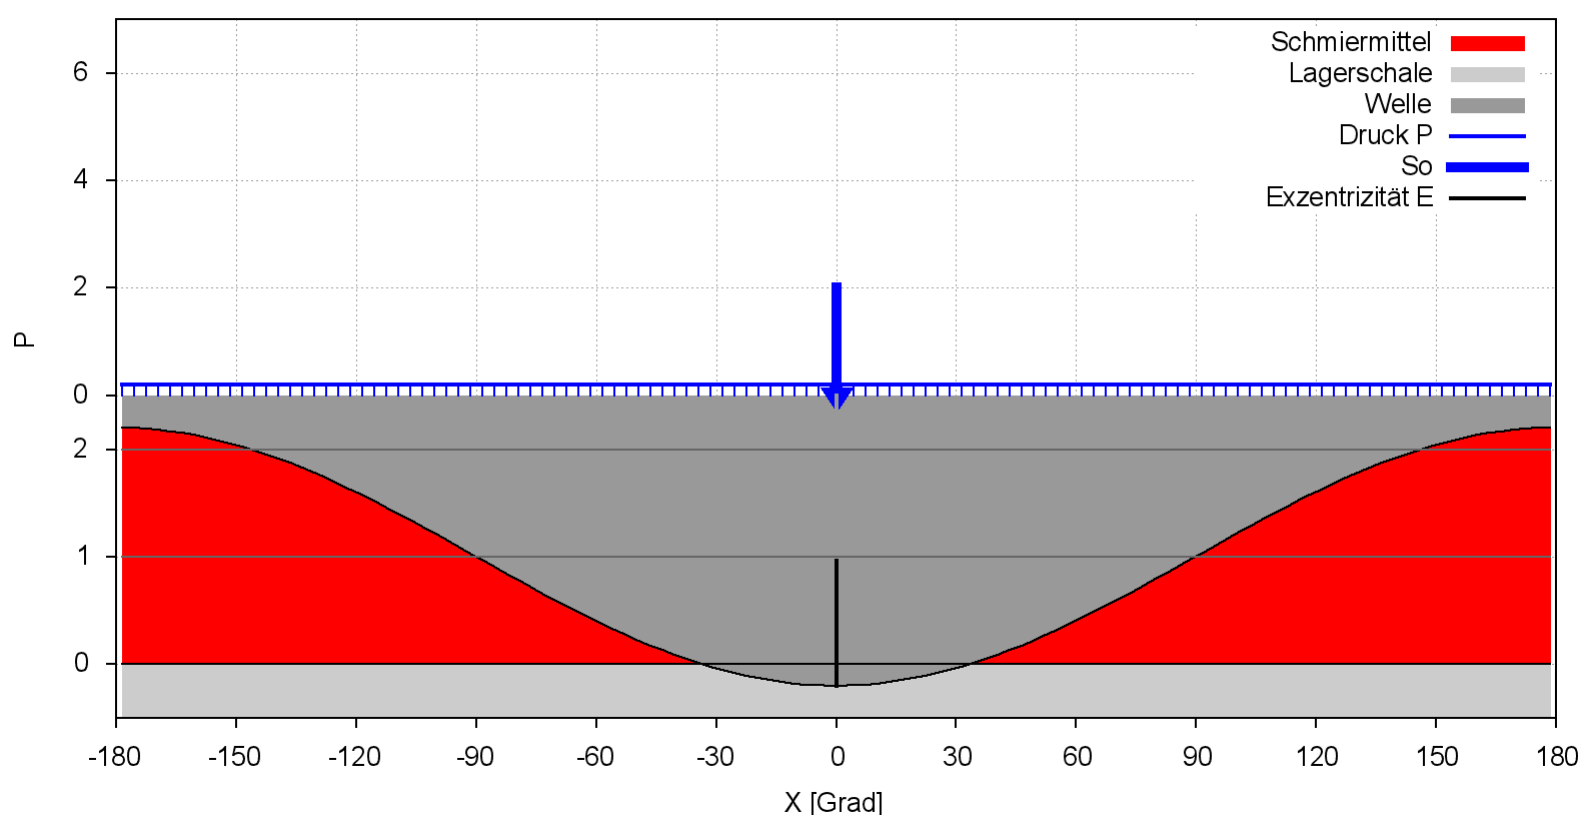

Bild 4.147: Darstellungsbeispiel einer Spaltgeometrie mit negativer minimaler Spalthöhe
**HINWEIS:** Auch bei den Berechnungen der sekundären Ergebnisse werden die Routinen SpaGeo4 und SpaGeo5 angewendet und es könnte auch hier diese Fehlermeldung erscheinen. Nach einer erfolgreichen Hauptrechnung ist das aber nicht möglich, weil dann bereits sicher geklärt ist, dass zu allen Zeitpunkten im gesamten Schmierpalt die Spalthöhe größer Null ist. Wenn aber nach einer Dateneingabe die Hauptrechnung übersprungen oder umgangen wurde und danach im PreProzessor die Spalthöhen numerisch oder grafisch angezeigt werden sollen, kann diese Fehlermeldung ebenfalls auftreten. Hier kann die Aktion zur Darstellung der Spaltgeometrie fortgesetzt werden, so dass man sich trotz Fehlermeldung das Ergebnis ansehen kann, wie z.B. in Bild 4.147.